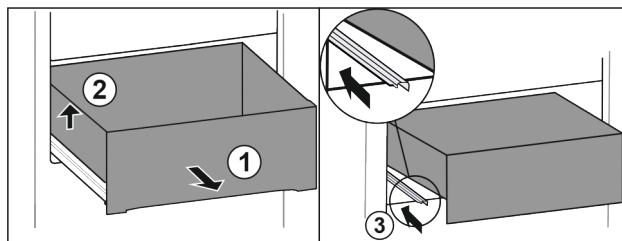

Fig. 91
- Dra ut utdragslåda fram till stopp. Fig. 91 (1)
- Lyft utdragslåda på vänster sida. Fig. 91 (2)
- Skjut in vänster skena. Fig. 91 (3)